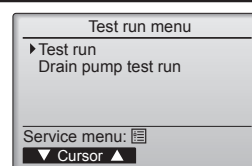

Fig. 7-2
- ② Välj "Test run" (Testkörning) från menyn Testkörning och tryck på [VÄLJ]. (Fig. 7-2)
- ③ Testkörningen startas och skärmbilden Testkörning visas.
7.3. Självttest (Fig. 7-2)